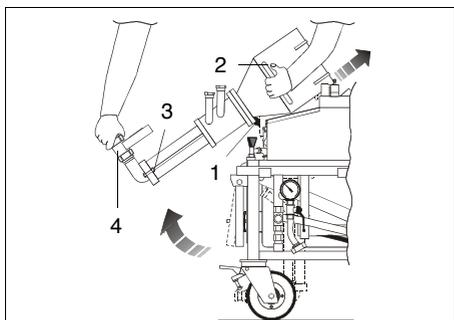

FIG.43 (Remplacement du groupe rotor / stator)
- 1) Soulever la chambre de mélange par les poignées (**FIG. 43 - Réf. 2**) et la connexion de sortie matériau (**FIG. 43 - Réf. 4**) jusqu'à rejoindre la position indiquée en **FIG. 43**;
- 2) Bloquer la chambre dans la position indiquée ci-dessus par le levier de blocage (FIG. 43 - Réf. 1);
- 3) Dévisser les écrous des tirants (FIG. 43 - Réf. 3) et enlever le groupe rotor/stator;
- 5) Monter le groupe rotor/stator, en vissant les écrous des tirants (FIG. 43 - Réf. 3).